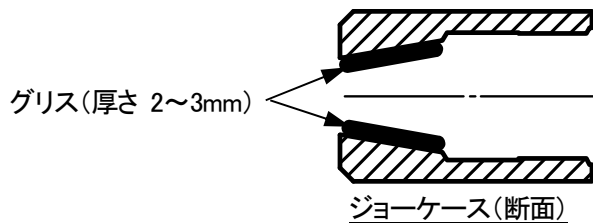

図 7-4
- ⑥ ジョーケースの内側(ジョーと接する面)にグリスを十分に塗布して組み付けてください。(図 7-4 参照)